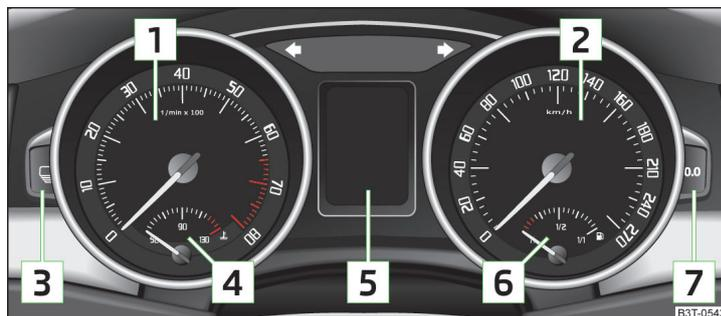

Abb. 20 Kombi-Instrument
Der rote Skalabereich des Drehzahlmessers  » Abb. 20 auf Seite 28 kennzeichnet den Bereich, in dem das System beginnt, die Motordrehzahl zu begrenzen. Das System begrenzt die Motordrehzahl automatisch auf einen sicheren Grenzwert.
➤ Die Taste **[7]** » Abb. 20 auf Seite 28 länger drücken.
Die Uhrzeit wird mit den Tasten **[3]** und **[7]** eingestellt » Abb. 20 auf Seite 28.
- Die Taste **[3]** » Abb. 20 auf Seite 28 wiederholt drücken, bis die Anzeige des Gesamtkilometerzählers blinkt » Seite 30.